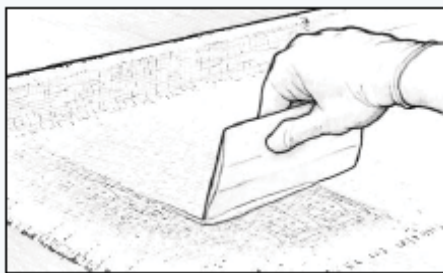

Рис. 24. Уберите избыточное количество эпоксидной смолы до того, как она превратится в гель.
6. Соберите излишки смолы с помощью скребка (Рисунок 24), длинными перемещениями внахлест, с одинаковым усилием. Цель – удалить лишнюю смолу, в которой ткань будет «плавать», но избегать чрезмерных усилий, которые могут привести к сухим точкам на ткани. Излишки смолы выглядят как глянцевые пятна, в то время как правильно пропитанная стеклоткань выглядит равномерно прозрачной с лёгкой текстурой ткани. Последующие слои эпоксидной смолы заполнят волокна стеклоткани.